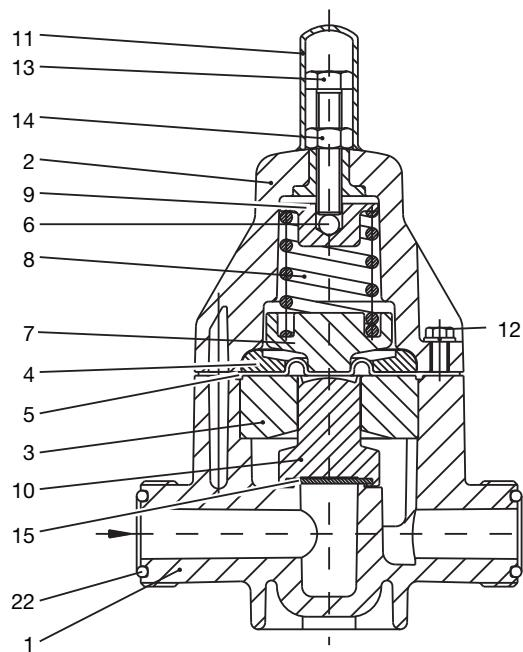

Fig. 4
Désassemblage de la vanne de maintien de pression (cf. figure 4) :
(cf. figure 4)
* Pour les numéros de position, cf. figure 4 et 5